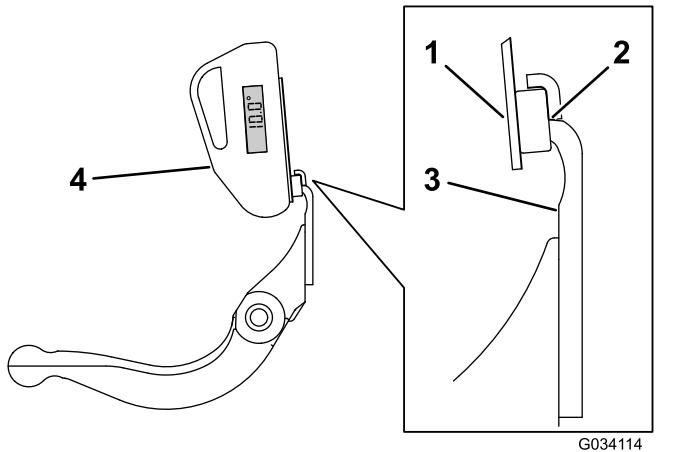

図 31
3. 傾斜計マウントのマグネットのエッジがベッドナイフのエッジに密着するように、ベッドナイフのエッジに傾斜計マウントをセットする図 31。
4. 図 31に示すようにマウントに傾斜計を取り付ける。